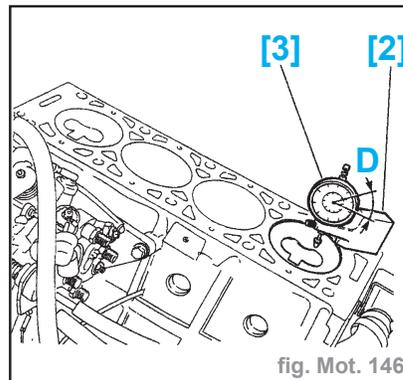

fig. Mot. 146
- Monter le comparateur sur le support et l'étalonner sur la tablature (outils [2] - [3] (fig. Mot. 146).